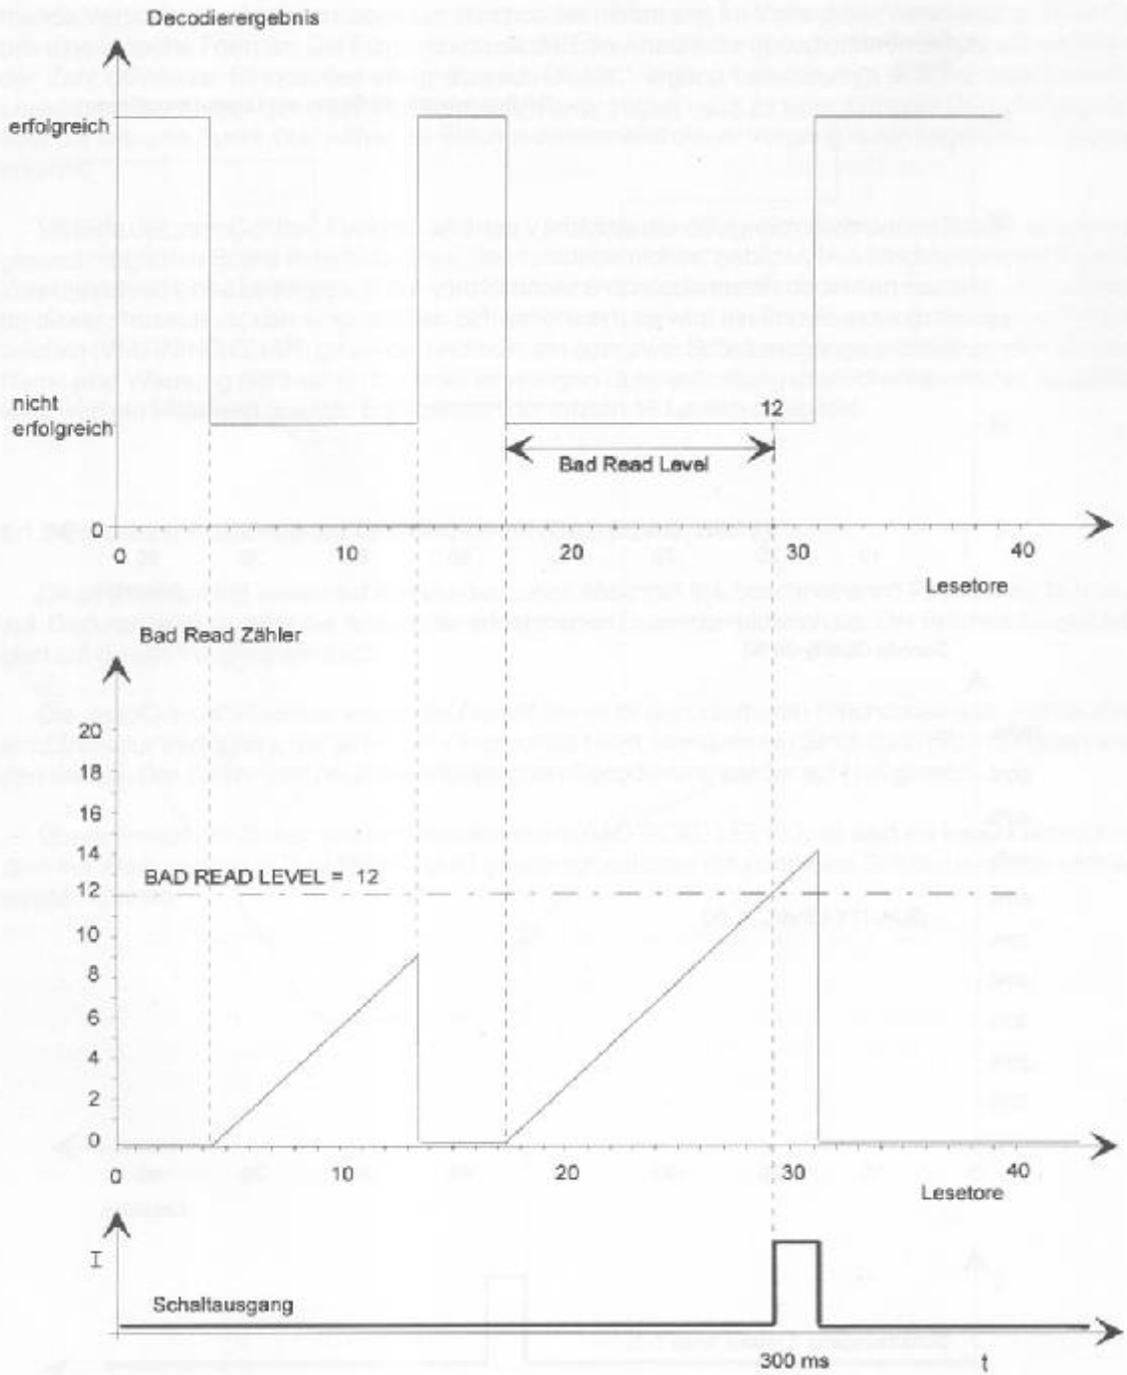

Bild 2
6.1.2 Plötzliche Abnahme der Lesesicherheit (BAD READ, Bild 2)
6.2.2 BAD READ (Bild 2)